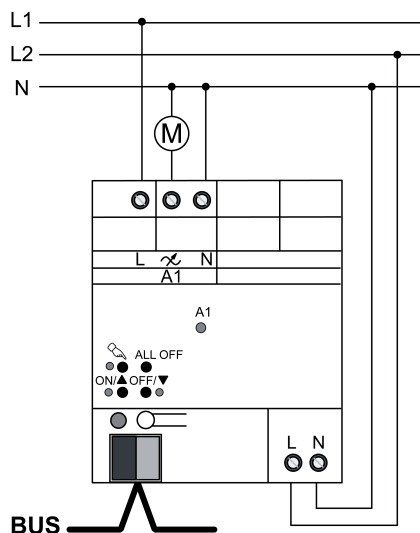

Figure 6: Actionneur de variation à 1 poste - Raccordement pour mode Commande de vitesse
- Raccorder l'appareil selon l'exemple de raccordement (figure 6).